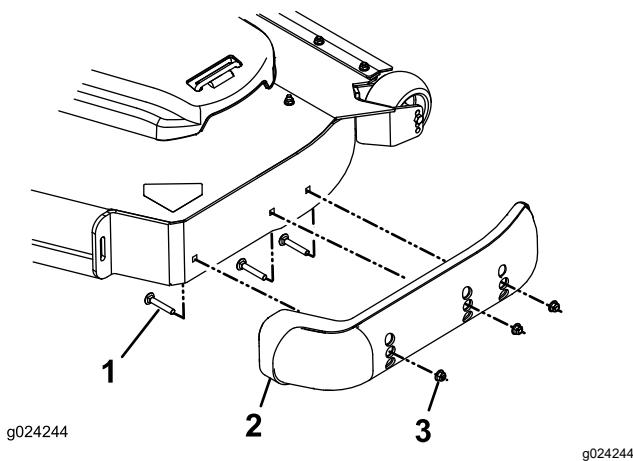

Figura 31
3. Retire los pernos de cuello cuadrado y las tuercas de cada patín (Figura 31).